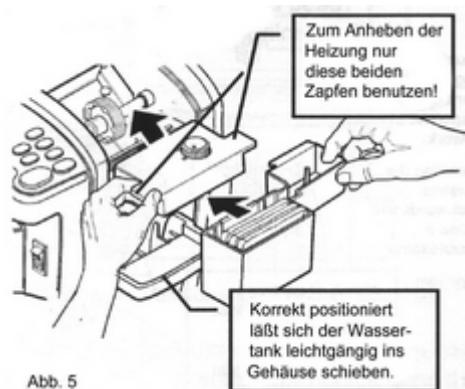

Abb. 5
- Bovenverwarming lichtjes opheffen en waterreservoir plaatsen (zie afb. 5).